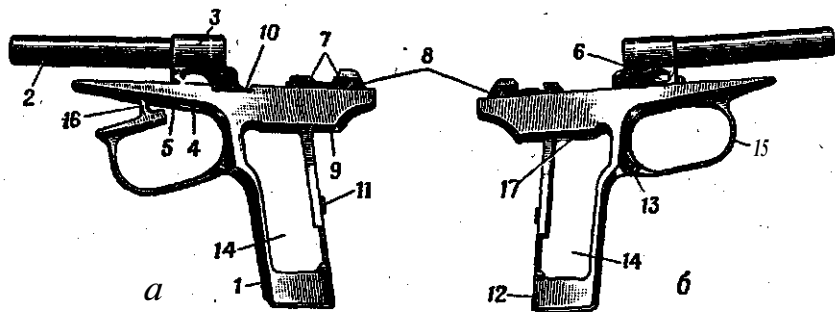

Рис. 25. Рамка со стволом и спусковой скобой:
23. Рамка со стволом и спусковой скобой (рис. 25).